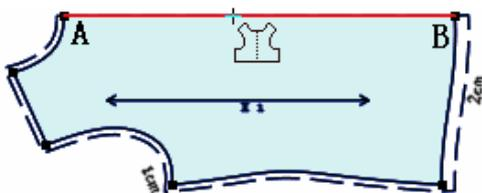
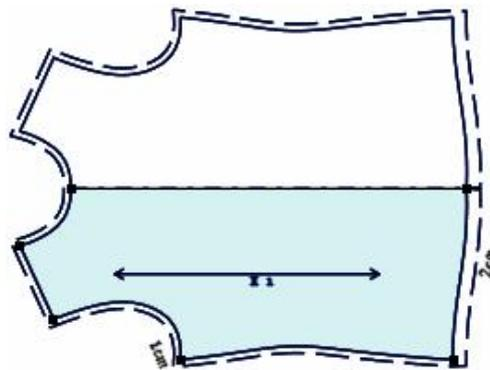

图 1
图 2
2. 如下图 1 单击对称轴（前中心线）或分别单击点 A、点 B ；
3. 即出现图 2，如果需再返回成图 1 的纸样，用该工具按住对称轴不松手，敲 Delete 键即可。